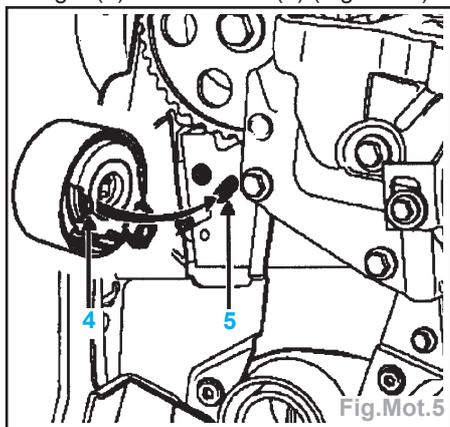

Fig.Mot.5
- Pour faciliter la dépose de la courroie de distribution, il est nécessaire de dégager l'ergot (4) de la rainure (5) (Fig.Mot.5).
afin de positionner correctement l'ergot (4) dans la rainure (5) de la culasse (Fig.Mot.5).